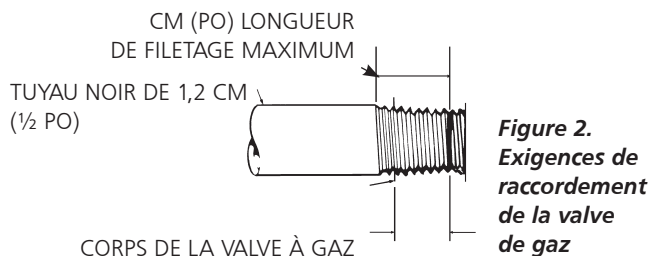

**Figure 2.
- Les filetages mâles sur les tuyaux destinés à être installés dans la valve de gaz doivent satisfaire aux exigences de la figure 2. Les filetages plus longs que ceux indiqués à la figure 2 peuvent provoquer une distorsion et un dysfonctionnement de la valve de gaz.